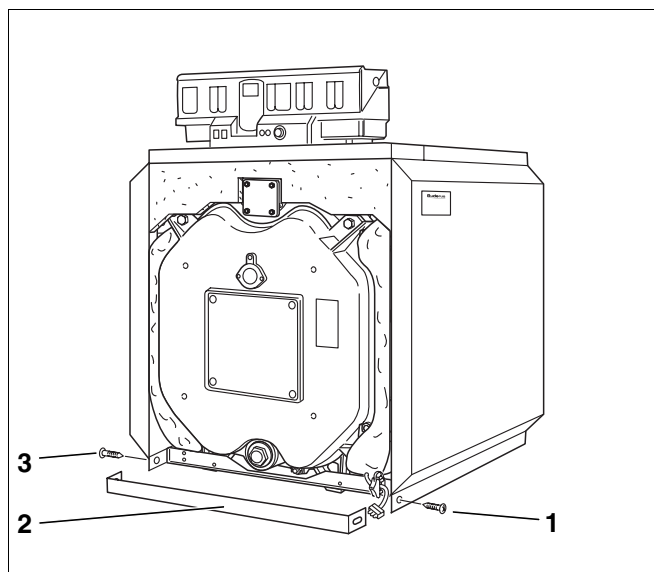

Fig. 38 Montasje – fremre sokkelskinne
Skyv sokkelskinnene (foran og bak) (fig. 38, **pos. 2**) på sideveggens nedre kanter og skru dem fast med en metallskrue på hver side (fig. 38, **pos. 1 og 3**).